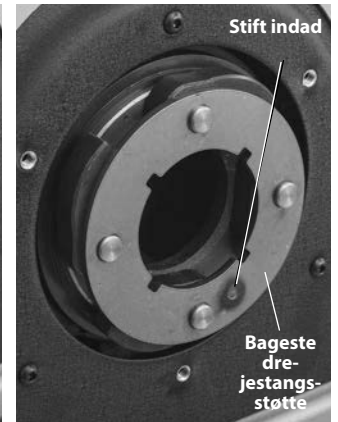

Figur 25A – Afmontering af dækplade bagtil
- Sørg for, at kontakten REV/OFF/FOR (2/0/1) står i stillingen OFF (0), og at ledningsstikket er taget ud af stikkontakten.
- Afmonter dækpladen bagtil. Løsn dækpladens skruer, og drej dækpladen for at afmontere den (figur 25A).